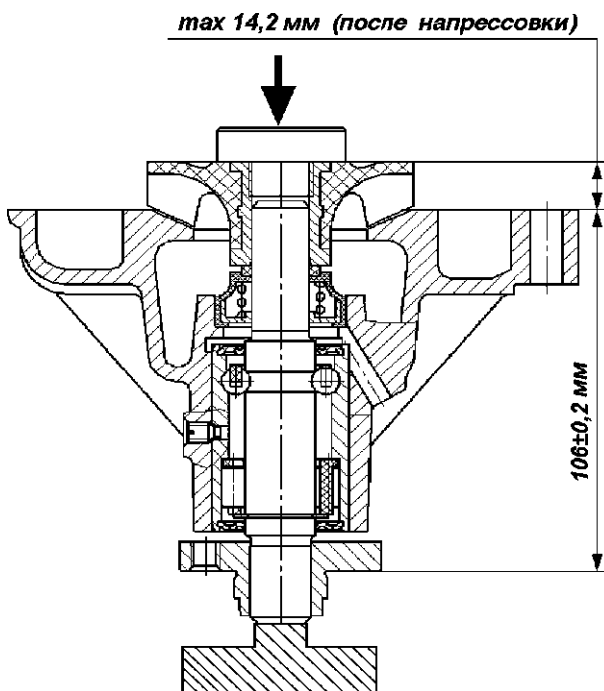

Рис. 4.55. Напрессовка крыльчатки
- произведите напрессовку крыльчатки на валик подшипника, выдержав размер не более 14,2 мм (рис. 4.55);